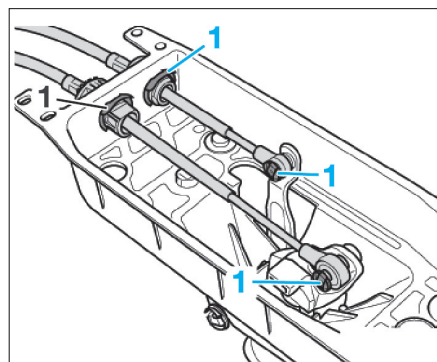

Fig. 11
- Déposer les segments d'arrêt (1) (Fig.11) et les câbles du boîtier de levier de vitesses.